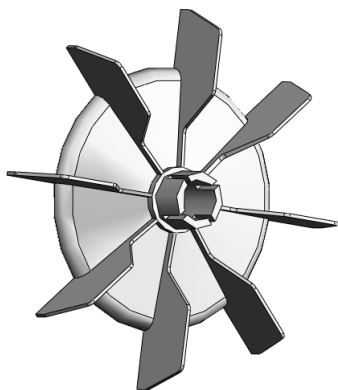

图 4-143 “4.LX.4SC.sldprt”文件
(4) 打开本书提供的素材文件“4.LX.4SC.sldprt”，使用“圆周阵列”特征创建如图 4-143 所示的模型。